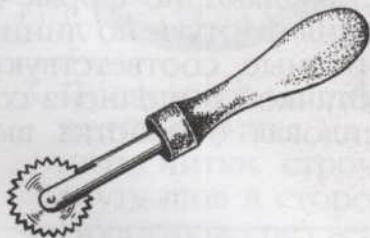

Рис. 30. Резец
2. С помощью резца (рис. 30). Этот способ перевода контурных линий выполняется на деталях края из хлопчатобумажных тканей тёмных расцветок. Лист картона натирают мелом, излишки мела тщательно стряхивают. На картон накладывают сколотые булавками детали края. Проводят резцом по контурным линиям верхней детали, а на нижней детали получают меловую линию в виде точек. Осторожно раскальзывают детали и по меловым линиям прокладывают строчки прямых стежков, так как в процессе работы меловые линии стираются.